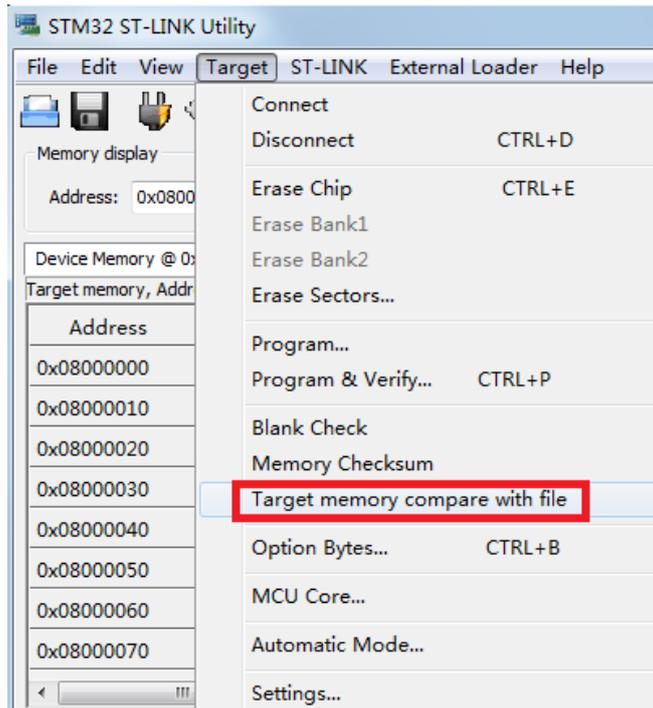

图 3.1.3 选择要比较的文件
- 5) 点击“Target->Target memory compare with file”，打开要比较的固件，如图 3.1-3 所示；